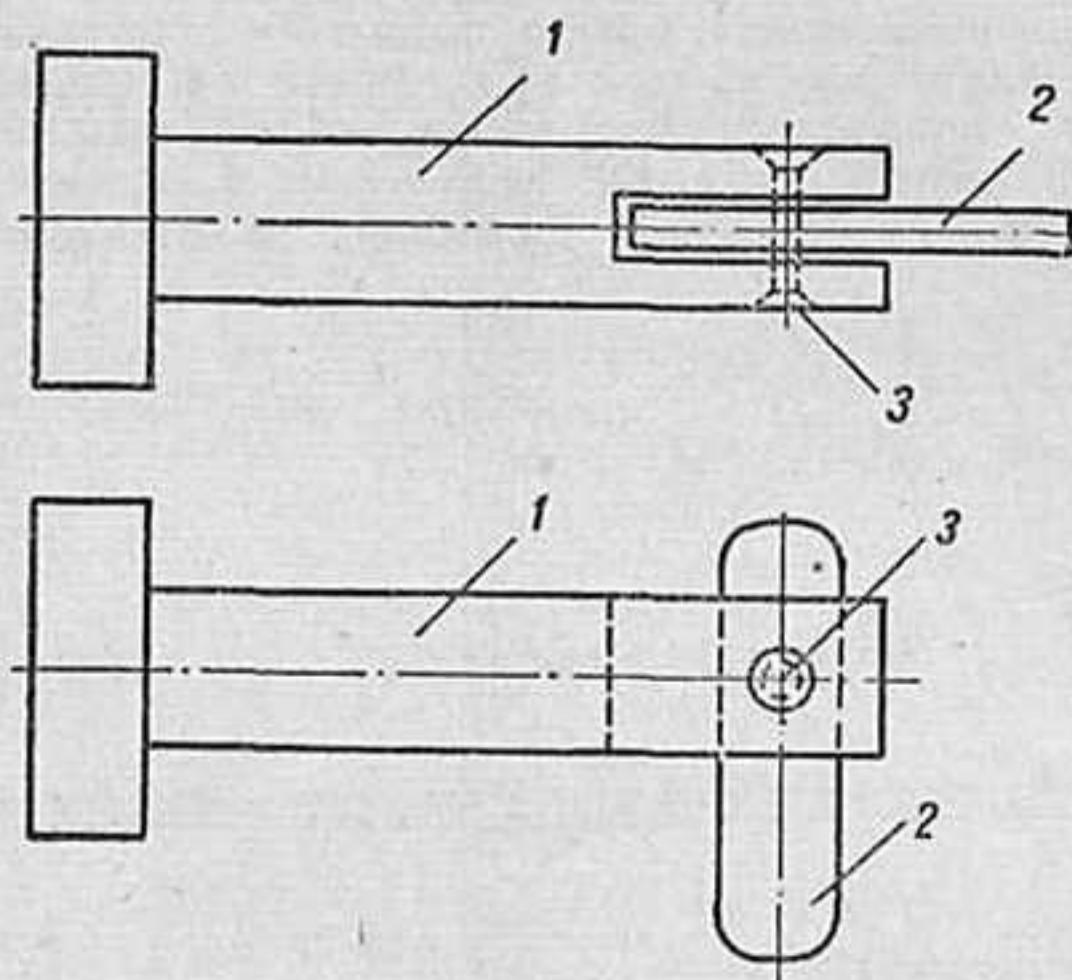

Рис. 5
4. При всех описанных выше вариантах устройства постели необходимо снимать спинки переднего сидения. При креплении их болтами, даже с барашковыми гайками, установка спинок в ином положении, особенно в темноте, часто затруднительна. Значительно облегчается эта операция, если сделать самозапирающиеся штыри (рис. 5). Изготовить их можно из длинных болтов и т. п. В теле 1 штыря пропиливается вдоль широкая щель. Затем изготавливается из кусочка полосовой мягкой стали защелка 2 с несимметричными концами. Отверстие в защелке сверлятся таким, чтобы она совершенно свободно вращалась на оси. В теле штыря отверстия под ось раззенковываются и ось 3 расклепывают в потай. Если штырь вставить в отверстия ушков муфт сидения, то защелка тотчас опустится и штырь самопроизвольно выскочит не сможет. Для выемки штыря из отверстий необходимо рукой отвести защелку так, чтобы она установилась вдоль штыря. Работают такие запоры очень надежно. Их можно применить и во многих других разъемных соединениях.